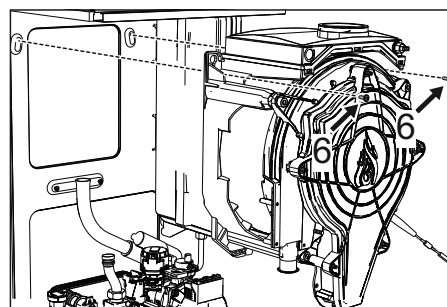

fig. 50
- Extraiga los dos tornillos **superiores "6"** que fijan el intercambiador al bastidor (fig. 50).